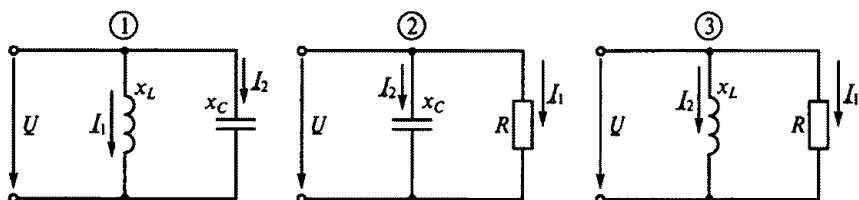
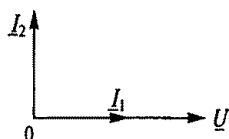
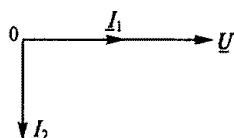
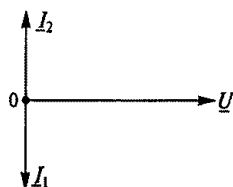

Рис. 70
Рис. 71
Рис. 72
Рис. 73
3.8. Какой из трех цепей, приведенных на рис. 70, соответствует векторная диаграмма, данная на рис. 71?
3.9. Какой из трех цепей, приведенных на рис. 70, соответствует векторная диаграмма, данная на рис. 72?
3.10. Какой из трех цепей, приведенных на рис. 70, соответствует векторная диаграмма, данная на рис. 73?